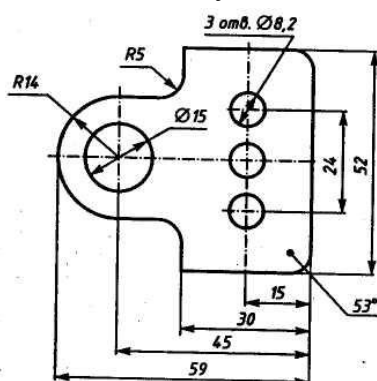
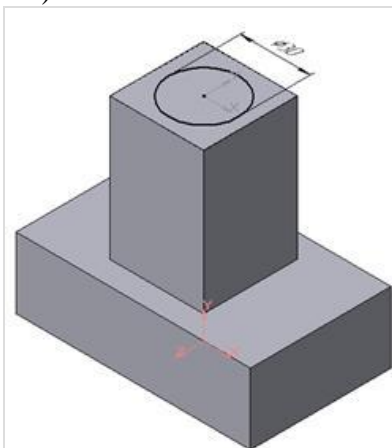
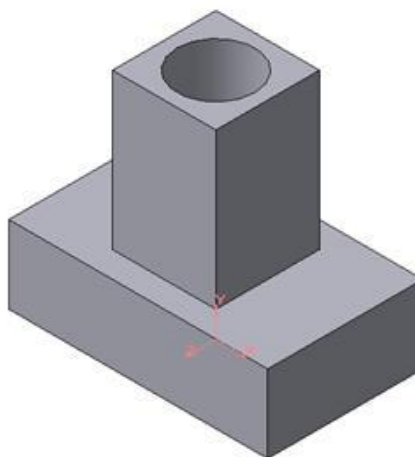

Рисунок 43
Рисунок 54 - Эскиз отверстия
Рисунок 55 - Операция вырезания отверстия
6. С помощью параллельных вспомогательных прямых по команде Ввод вспомогательной параллельной прямой на панели инструментов строим каркас нашей детали (оранжевый цвет) относительно прямых, полученных на рис. 43, по размерам, указанным на рис. 55. Параметры для параллельных прямых вводим в окне **ds** «строки параметров» по команде <Alt>+<s>.
10. По команде Удалить  Вспомогательные кривые и точки на панели управления удаляем вспомогательные прямые на эскизе. Проставляем размеры на эскизе, эскиз подвески готов (см. рис. 43).
3. Для создания цилиндрического отверстия на верхней грани призмы вычертим эскиз отверстия – окружность радиусом 15 мм (рис.54) и вырежем отверстие выдавливанием на глубину 40 мм (рис.55).